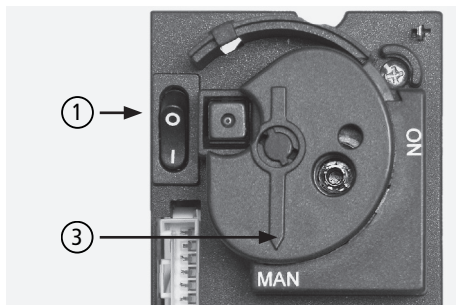

Abb. 4.16 Stellknopf
- ⑩ Den Stellknopf des Gasreglers (Regulierung des Flächenbrenners) langsam bis zum Anschlag zurück in Richtung „ON“ drehen. Dieser Stellknopf hat eine Rutschkupplung. Nicht mit allzu großer Kraft verstellen und nicht über den Endanschlag drehen!
- ⑪ Zum Ausschalten des CARISMO SOLO den Hauptschalter der Steuer- und Reglereinheit ausschalten, Stellung „O“ (siehe „Abb. 4.16 Stellknopf“ auf Seite 30).